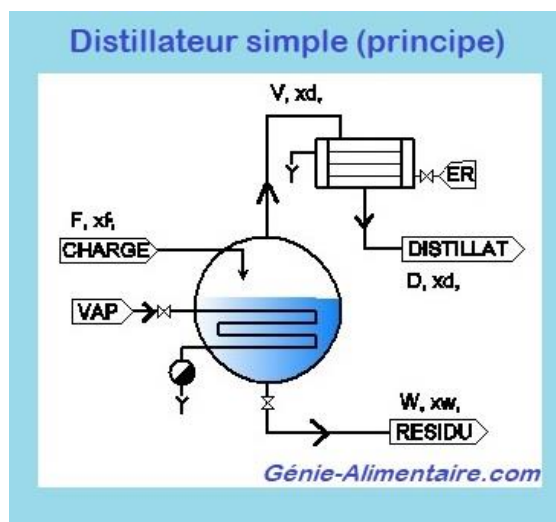

Figure 21 : Distillateur simple
- par distillation en mode batch (en discontinu) : c'est-à-dire par entrainement à la vapeur (**Figure 21**),